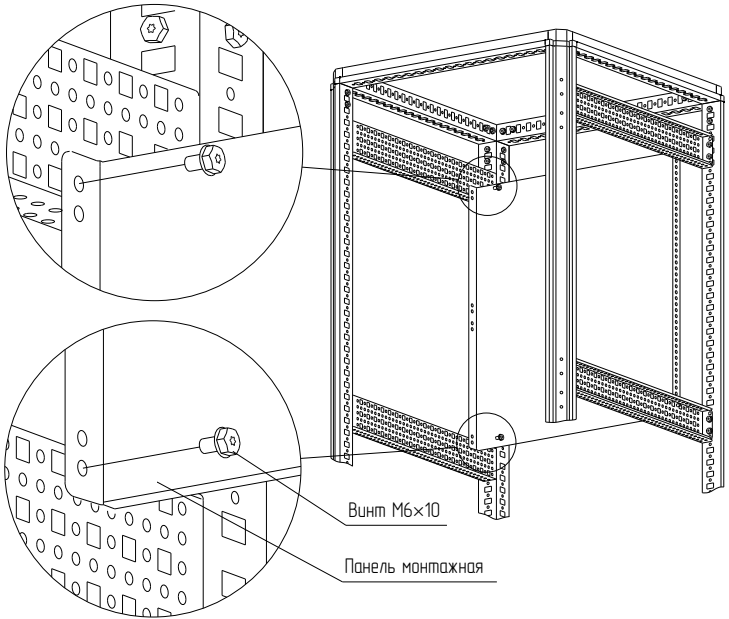

Рисунок 15
- вариант 1. Винтами М6×10 (Рисунок 15). Момент затяжки – 7 Н·м. Винты приобретаются отдельно;